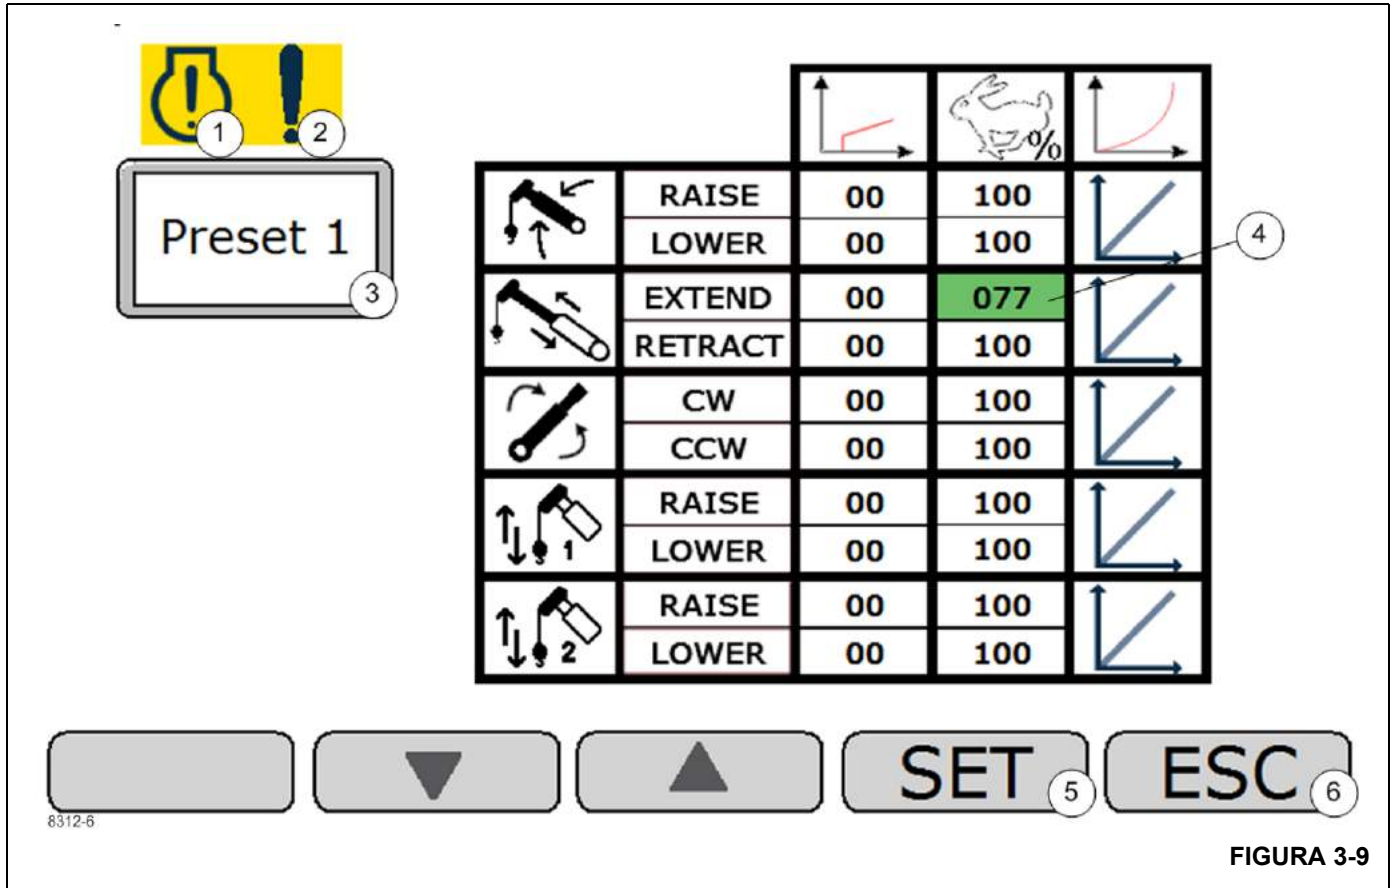

FIGURA 3-9
Tela de modificação de predefinições 3 (Figura 3-9)
Indicador ativo de falha do motor (1) (Figura 3-9)